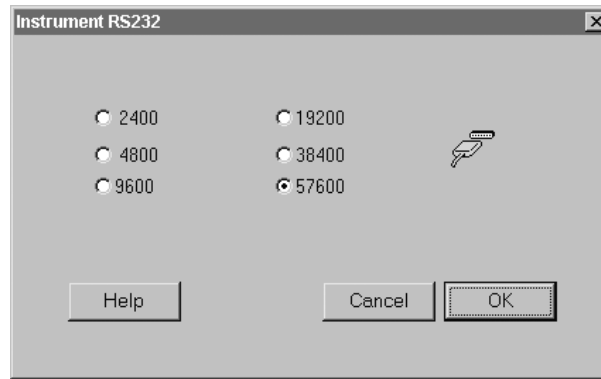

Fig. 26: Ecran de programmation de la vitesse Baud
- Instrument Baud Rate** augmenter/diminuer la valeur en utilisant les touches PgUp / PgDown ou double-cliquer pour la boîte de dialogue suivante (cfr Fig. 26).